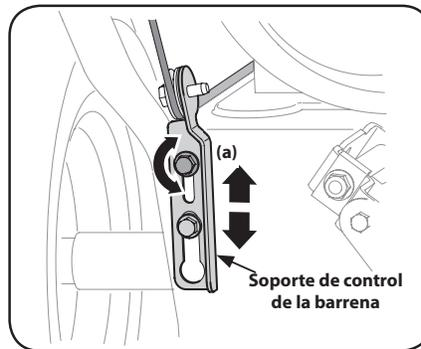

Figura 2-48
4. Deje la barrena engranada durante aproximadamente diez (10) segundos antes de soltar la palanca de control de la misma. Repita esta operación varias veces.
7. Para volver a ajustar el cable de control de la barrena, afloje el tornillo hexagonal superior del soporte de control de la barrena. Consulte Figura 2-48.
8. Ubique el soporte hacia arriba para brindar más juego (o hacia abajo para aumentar la tensión del cable). Consulte Figura 2-48.